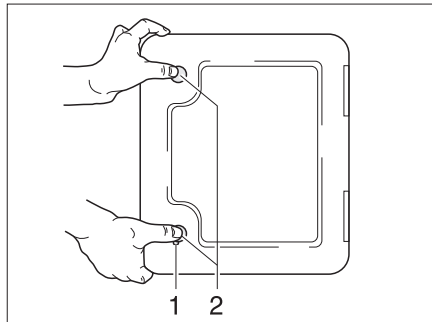

Fig. 151 Portillon pour cassette Thetford
Le portillon pour la cassette Thetford (Fig. 151) se trouve à l'extérieur du véhicule.
- Insérer la clé dans le barillet du verrou à pression (Fig. 151,1) et la tourner d'un quart de tour dans le sens des aiguilles d'une montre.
- Appuyer du pouce et simultanément sur les deux verrous de pression (Fig. 151,2) et ouvrir le portillon pour la cassette Thetford.